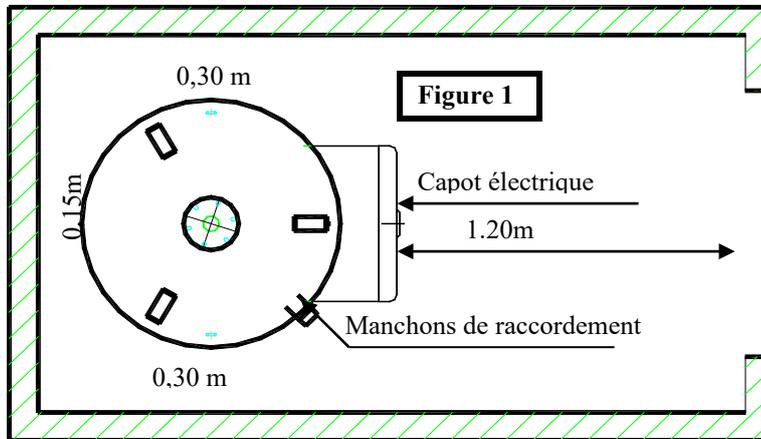

Figure 2
- **Mise en place des pieds rehausse** (à l'aide des écrous fournis) (Fig 2)